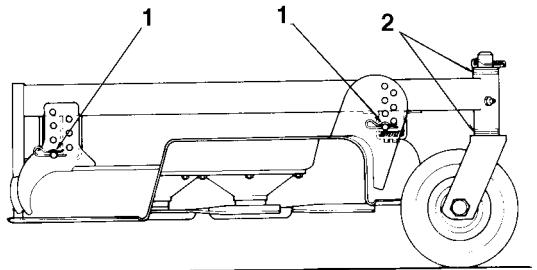

Figure 17
- A. Pour les unités de coupe qui fonctionnent normalement avec une hauteur de coupe de 25 à 50 mm, le bord inférieur doit être relevé. Enlever la clavette qui fixe la roue pivotante à l'extrémité inférieure (Fig. 17) et déposer l'ensemble roue.**
- C. Si l'unité de coupe fonctionne normalement avec une hauteur de coupe de 50 à 100 mm, abaisser le côté supérieur. Enlever la clavette de la roue pivotante à l'extrémité supérieure de l'unité et déposer l'ensemble roue (Fig. 17).**